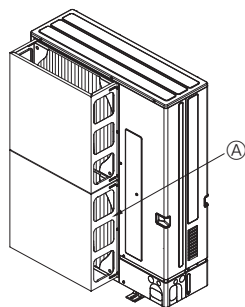

Fig. 2-4
- Τοποθετήστε έναν προαιρετικό οδηγό αέρα, αν πρόκειται να εγκαταστήσετε τη μονάδα σε σημεία όπου υπάρχει το ενδεχόμενο να φυσούν απευθείας στο στόμιο εξαγωγής του αέρα πολύ δυνατοί άνεμοι κτλ. (Fig. 2-4)